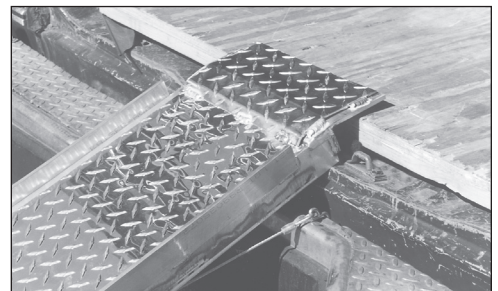

ABB. 3
3. Stellen Sie die Rampe sicher an die Rückseite des Fahrzeugs. Achten Sie darauf, dass es zu angemessenem Kontakt kommt (Abb. 3).
2. Stellen Sie die Rampe sicher an die Rückseite des Fahrzeugs. Achten Sie darauf, dass es zu angemessenem Kontakt kommt (Abb. 3).